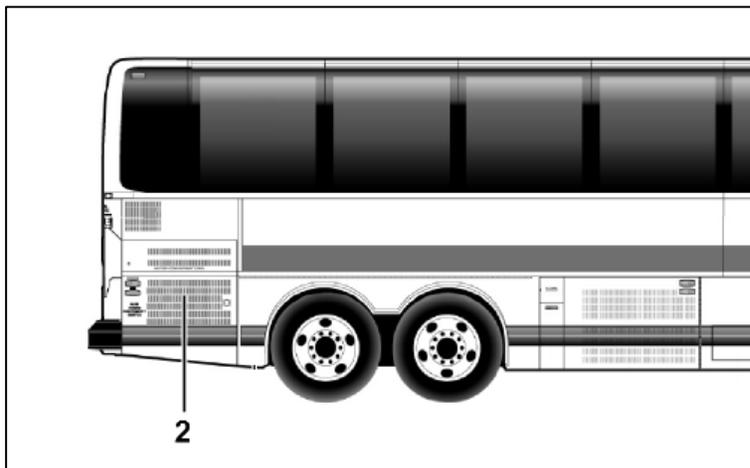

Figure 1
- A. Ouvrir la porte du compartiment moteur du côté trottoir du véhicule (Item 2, Fig. 1)